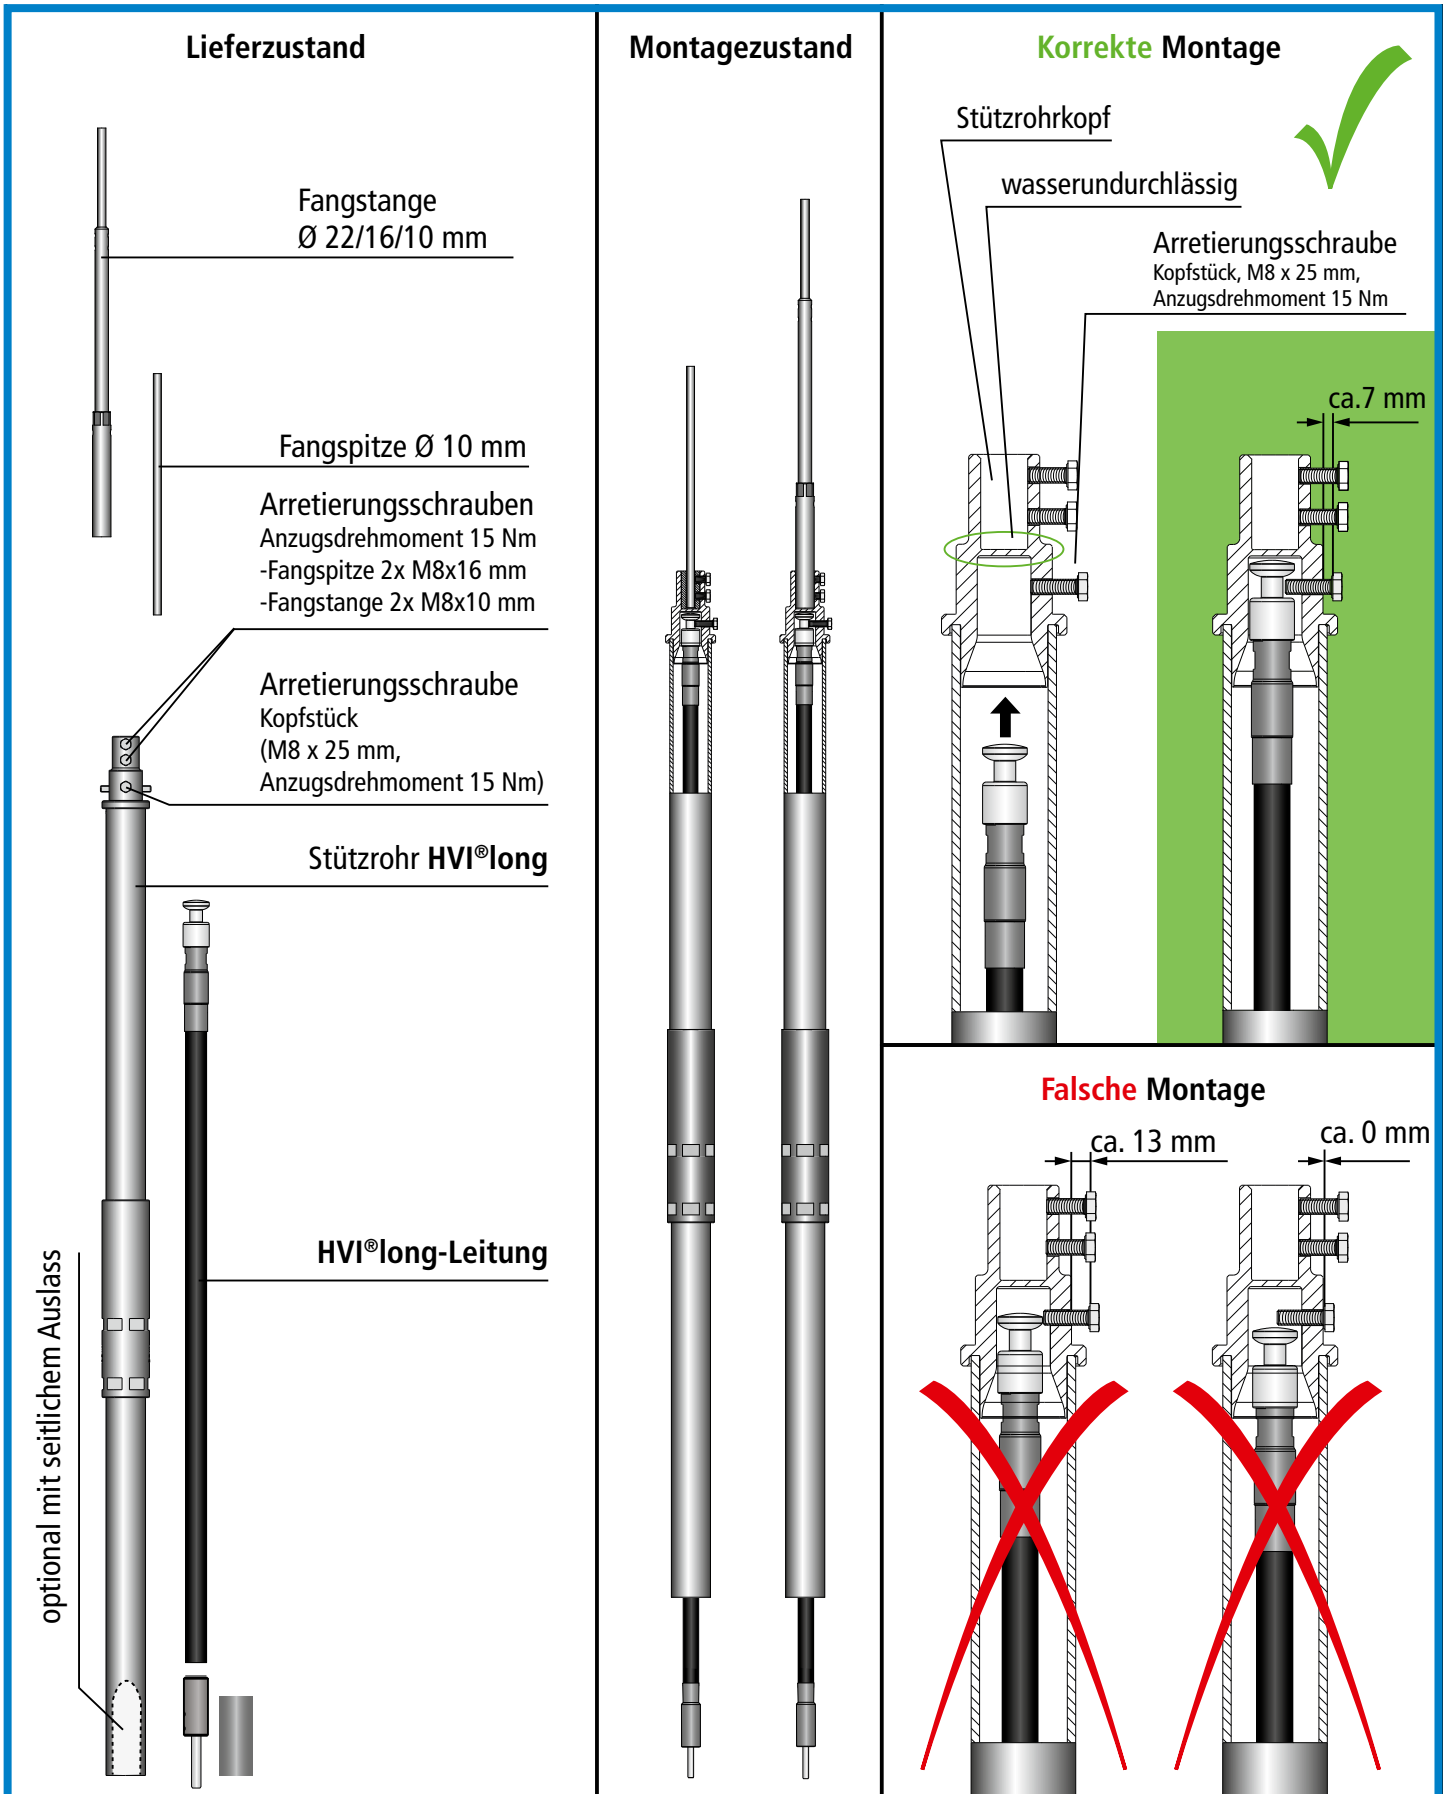

Bild 5 Montage des Kopfstückes im Stützrohr
Vor der Montage des Stützrohres ist die konfektionierte **HVI®long-Leitung** mit montiertem Kopfstück voran in das Stützrohr einzuführen und zu befestigen (siehe hierzu auch Bild 5, Seite 21).
- ➔ Die ordnungsgemäße mechanische Befestigung der **HVI®long-Leitung** im Stützrohr ist zu überprüfen! (siehe Bild 5). Die korrekte Montage kann mit einem leichten Zug am Austritt der Leitung überprüft werden.
- ➔ Es ist vorab am Stützrohrkopf die seitliche Arretierungsschraube für das Kopfstück der später innenverlegten **HVI®long-Leitung** vollständig einzuschrauben (siehe auch Bild 5, Seite 21), gegebenenfalls kann bei zu weit herausragender Schraube die nachfolgende Montage nicht erfolgen.